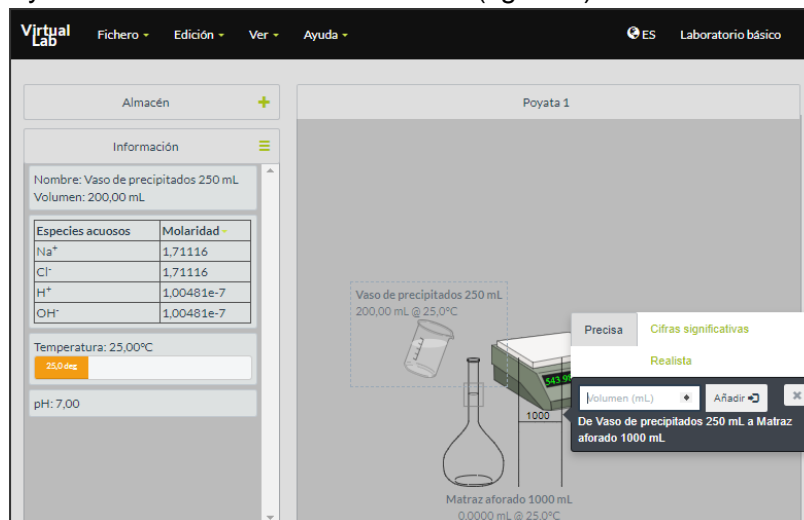

Figura 5. Simulador *Making stock solutions from solids*.
- Elija un matraz volumétrico de 1 [l] del **Almacén** y trasvase la mezcla del vaso de precipitados a dicho matraz. Para ello, coloque el vaso de precipitados sobre el matraz volumétrico y añada todo el contenido de este (figura 5).